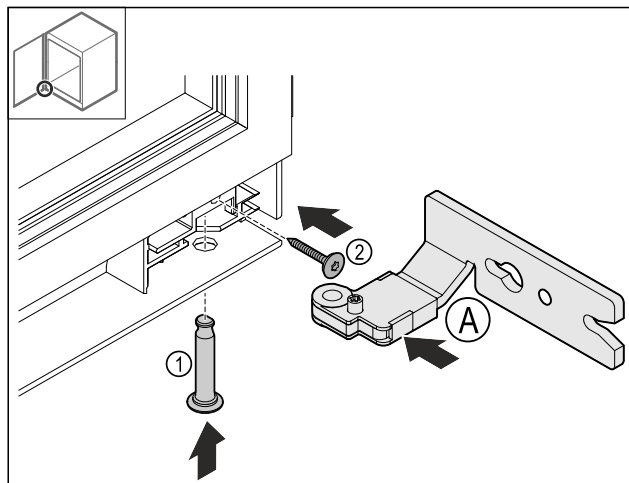

Fig. 27
- ▶ 放入下方铰链 Fig. 27 (A)。
- ▶ 插入螺柱 Fig. 27 (1) 并固定。
- ▶ 旋紧螺钉 Fig. 27 (2)。